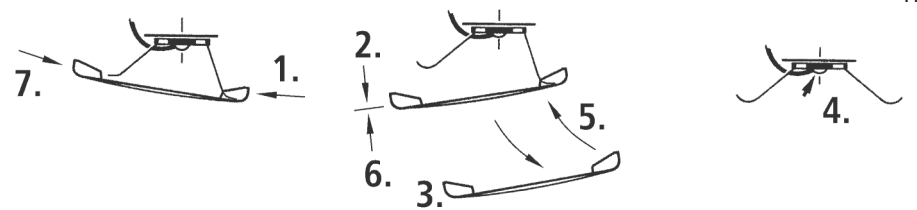

Fig. 5
4. Kohlebürstenwechsel: Lokgehäuse abnehmen (Fig. 3). Danach wird der Motor ausgebaut und die Kohlebürsten ausgewechselt (Fig. 5).
4. Carbon Brush Changing: First remove loco body (fig. 3), and then the motor (fig. 5).
4. Remplacement des balais du moteur: Démontez la caisse (fig. 3). Démontez ensuite le moteur et échangez le balais (fig. 5).